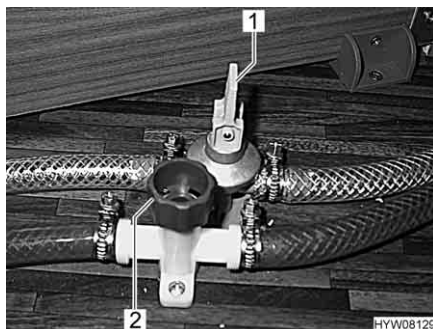

Fig. 134 Rubinetti di scarico
- Chiudere i rubinetti di scarico. Ruotare i coperchi (Fig. 134,2) in senso orario e posizionare la leva a bilanciere (Fig. 134,1) in posizione orizzontale.
- Aprire il rubinetto di scarico (Fig. 134). A questo scopo posizionare verticalmente la leva a bilanciere (Fig. 134,1).